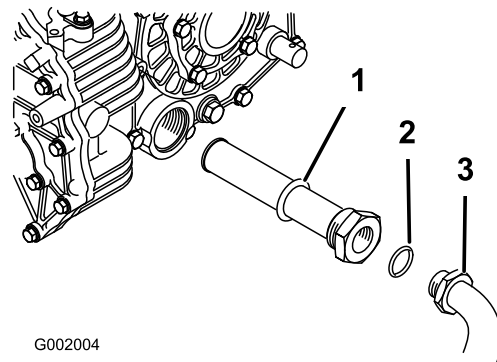

Bild 70
5. Nehmen Sie den Hydraulikschlauch und das 90° Anschlussstück ab (Bild 70).